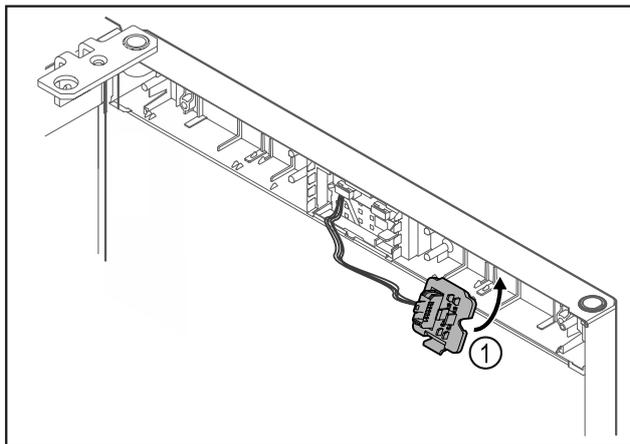

Fig. 18
- Steckerhalterung Fig. 18 (1) auf Gegenseite einrasten.